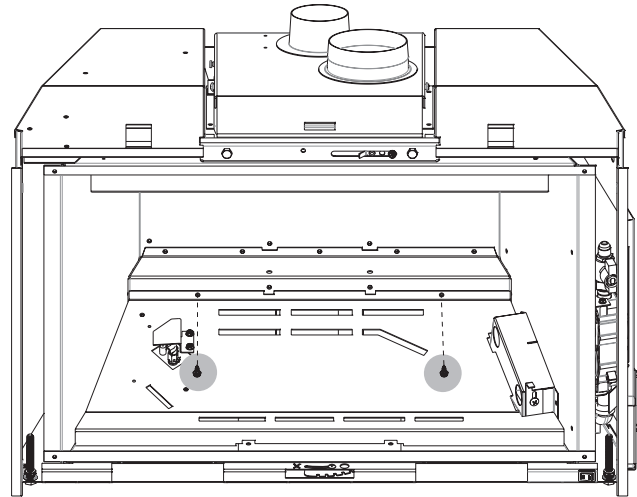

Figure 4
5. Retirer deux (2) vis qui maintiennent en place la base du brûleur. Soulever la base du brûleur hors du foyer. Voir Figures 4 et 5.